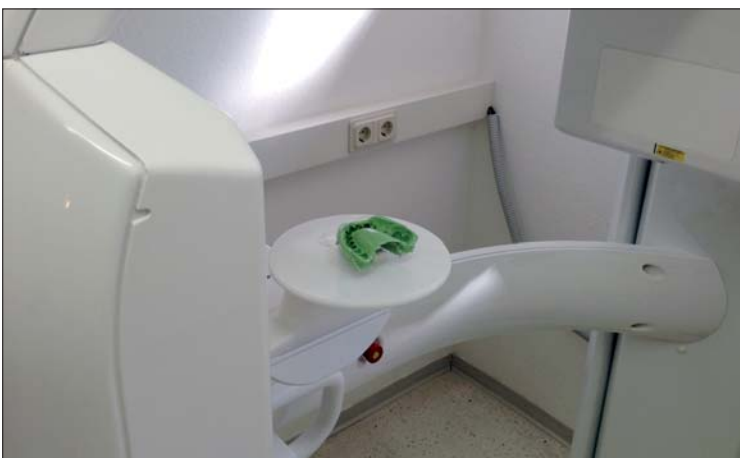

Abb. 17, 18: CBCT-Scan von Kunststoffabformlöffeln mit Silikon.
– Oberkiefer und Unterkiefer getrennt – mit dem WhiteFox CBCT-Gerät aufgenommen. Als Volumengröße wird ein FOV 80x80mm mit 150µm Auflösung gewählt. Alternativ kann ein Abdruck mit Kunststofflöffel genommen werden. Hierbei ist wichtig, dass hochwertige Abformmaterialien verwendet werden, wie z.B. DENTSPLY Aquasil LV oder 3M ESPE Impregum (Abb. 17, 18). Nach der Aufnahme wird das DICOM-Volumen mit dem in der WhiteFox 4.0 (WF 4.0) integrierten STL-Konverter in das